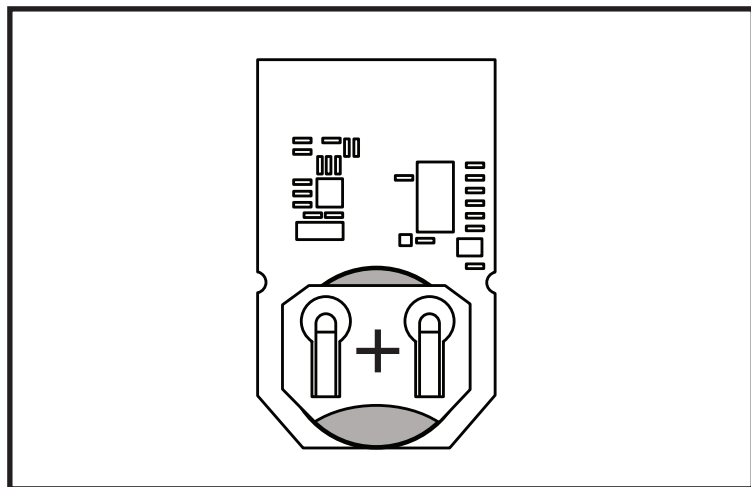

Figure 6. Remplacement de la pile
3. Faites glisser la pile de remplacement, côté positif vers le haut. **Voir la figure 6.**